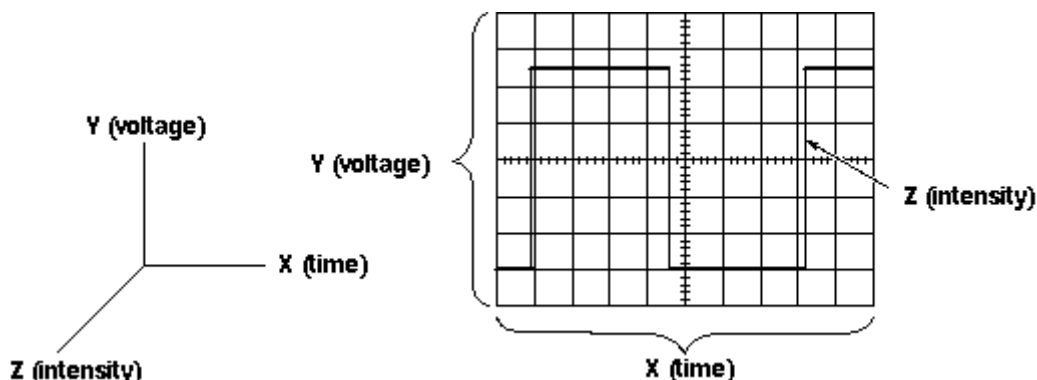

Figura 1: Eixos X-Y-Z num osciloscópio ([Tektronics, 1997a])
O osciloscópio é um instrumento (de medição) que permite visualizar graficamente sinais eléctricos. Na maioria das aplicações, o osciloscópio mostra como é que um sinal eléctrico varia no tempo. Neste caso, o eixo vertical (YY) representa a amplitude do sinal (tensão) e o eixo horizontal (XX) representa o tempo. A intensidade (ou brilho) do écran é por vezes chamada de eixo dos ZZ (Figura 1).